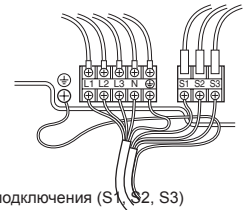

Fig. 6-2
### 6.1. Наружный прибор (Fig. 6-1, Fig. 6-2)
- ① Снимите защитную панель.
- ② Подсоедините кабели, как указано на Fig. 6-1 и Fig. 6-2.